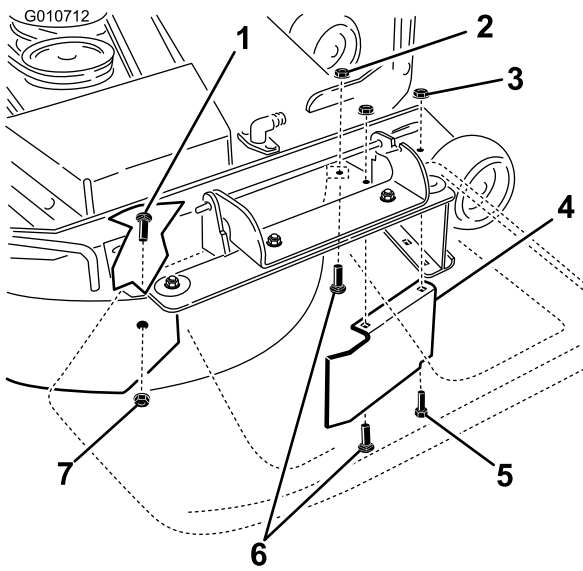

Figura 4
10. Localice el protector del deflector entre las piezas sueltas. Utilice los tres juegos de fijaciones retiradas de la placa de descarga y el taladro delantero para sujetar el protector del deflector y el deflector derecho a la plataforma de corte, según se muestra en Figura 4. Apriete las fijaciones a mano.